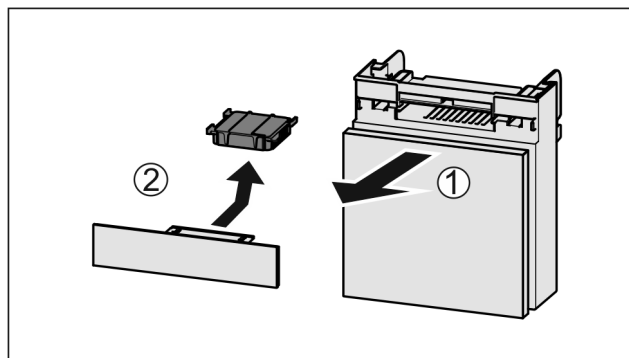

Fig. 159
- Izvelciet nodalījumu uz priekšu Fig. 159 (1).
- Izņemiet aktīvās ogles filtru Fig. 159 (2).